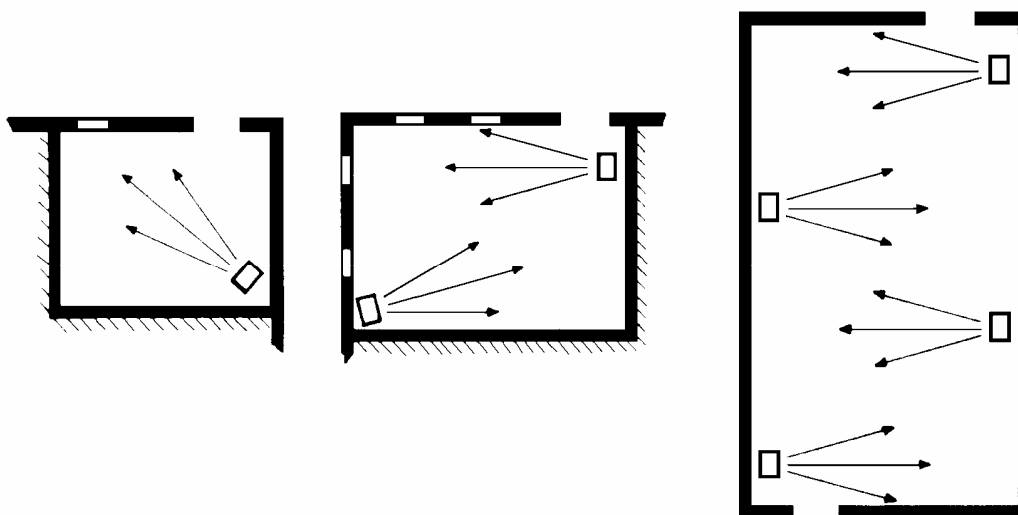

Abb. 15 – Positionierungsbeispiele Warmlufterzeuger
- Zur besseren Wärmeverteilung, bei der Installation mehrerer Geräte, abwechselnde Warmluftströme erzeugen (siehe Abb. 15).